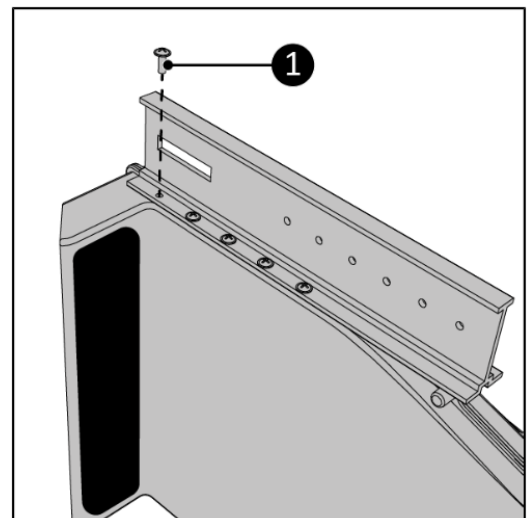

Figura 9.
6. Înșurubați șina principală(**14**)la dispozitivul de ieșire set de ferestre(**15**)folosind zece șuruburi de 3,5 x 10 mm (Figura 9, articolul 1). Asigurați-vă că toate găurile pentru șuruburi sunt aliniate corect.